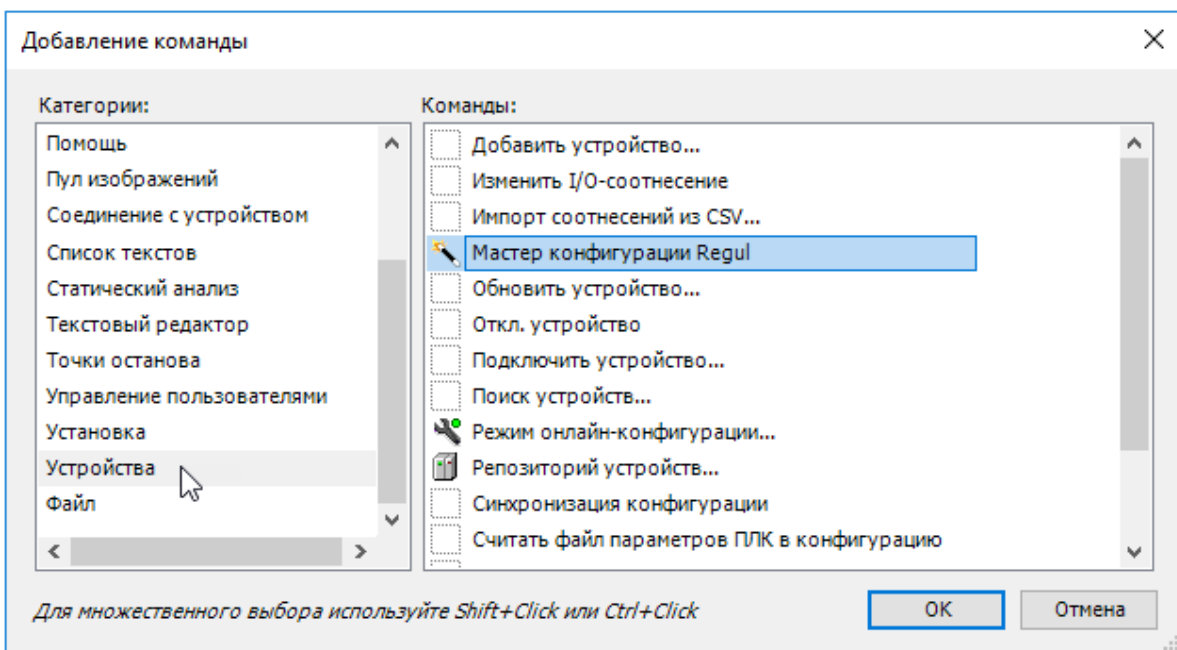

Рисунок 10. Добавление команды на панель инструментов
- в левой части окна в блоке **Категории** выберите **Устройства**. В правой части окна в блоке **Команды** отобразятся все команды этой категории. Выберите команду **Мастер конфигурации Regul** (Рисунок 10). Нажмите кнопку **ОК**. Закройте окно **Настройка**. На панели инструментов перед пиктограммой  (Новый проект) появится пиктограмма  (Мастер конфигурации Regul).